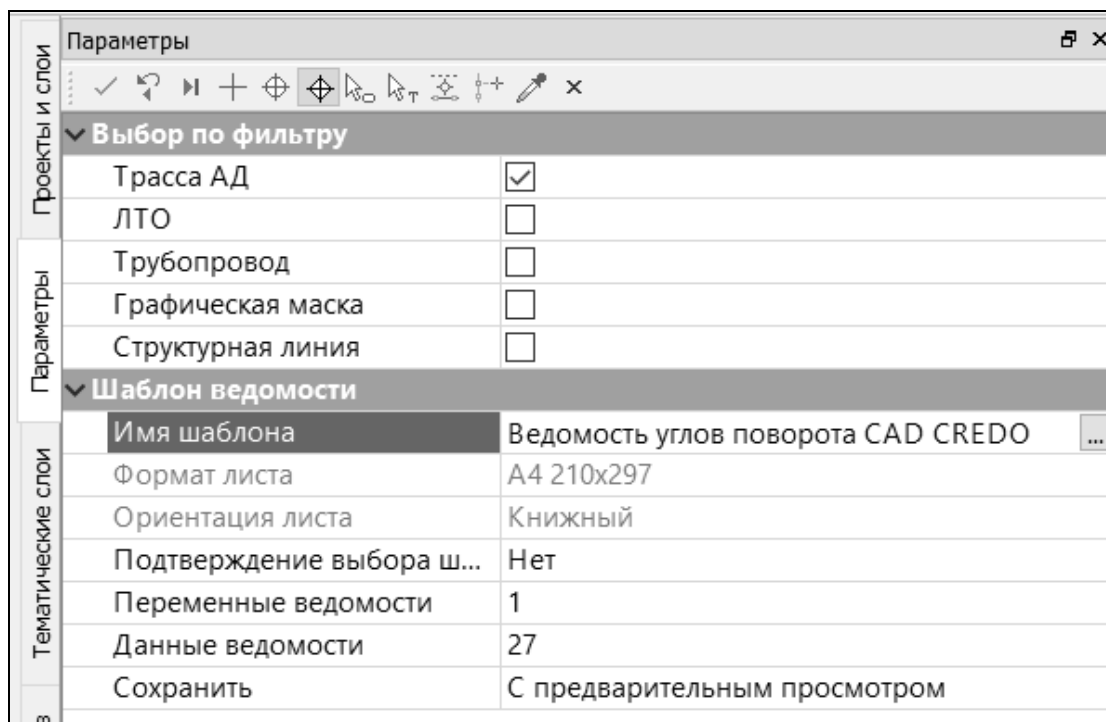

Рис. 6.2. Создание ведомости
2. В окне параметров (рис. 6.2) укажите: